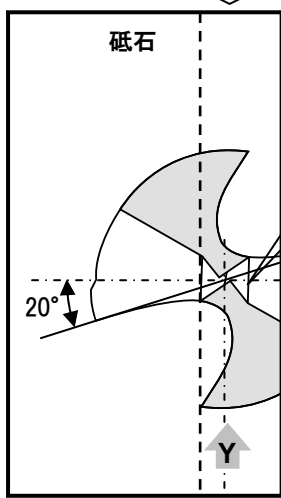

図2
2. 工具先端から見て反時計回りに20°回転させます。(図2)